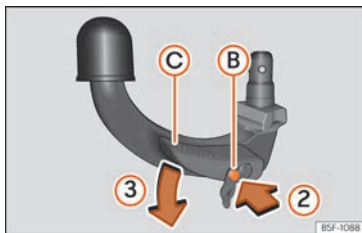

Fig. 265 Paso 2
- Presione el perno de desbloqueo (B) el sentido de la flecha (2) y al mismo tiempo presione la palanca (C) el sentido de la flecha (3) hasta el tope »» fig. 265.